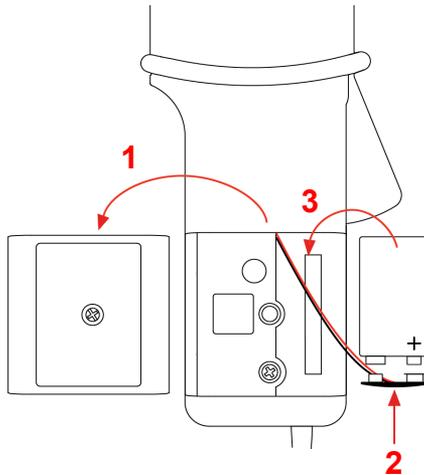

Figure 2
1. À l'aide d'un tournevis, retirez le couvercle du compartiment de la pile (1) à l'arrière du boîtier (voir la figure 2).
2. Connectez la batterie au connecteur encliquetable (2) en respectant la polarité.
3. Placez la batterie dans son compartiment (3).